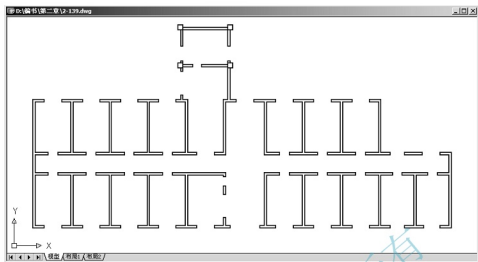

图 2.140 加粗后的墙线和柱子
⑨ 在**输入选项, [打开(O)/合并(J)/宽度(W)/编辑顶点(E)/拟合(F)/样条曲线(S)/非曲线化(D)/线型生成(L)/放弃(U)]:**提示下,输入“W”后按 Enter 键,表示要改变线的宽度。
⑩ 在**指定所有线段的新宽度**: 提示下, 输入“50”, 表示将线的宽度由“0”改为“50”, 结果如图 2.140 所示。